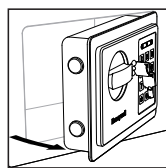

Figura 4
4. Gire la perilla a favor de las agujas del reloj, a la derecha, y jale la puerta para abrirla (figura 4).